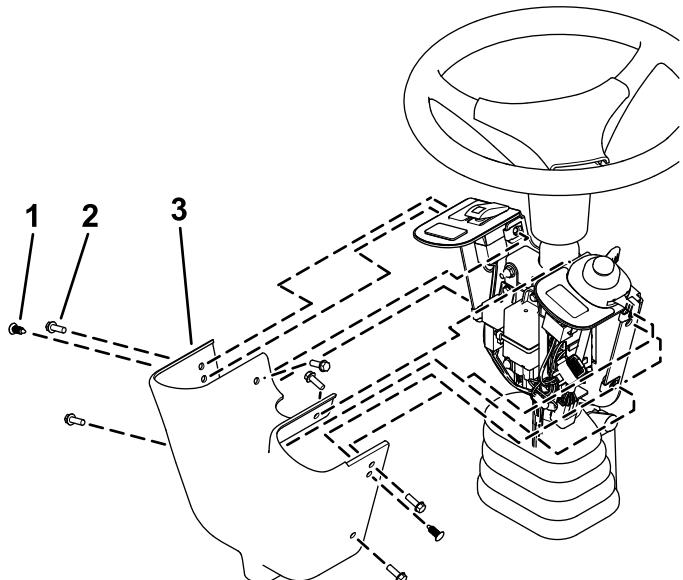

Figura 13
16. Instale la cubierta de los mandos en el soporte de los interruptores usando 2 grapas y 6 tornillos de cabeza hexagonal ($\frac{1}{4}$ " x $\frac{3}{4}"), como se muestra en la Figura 13.$